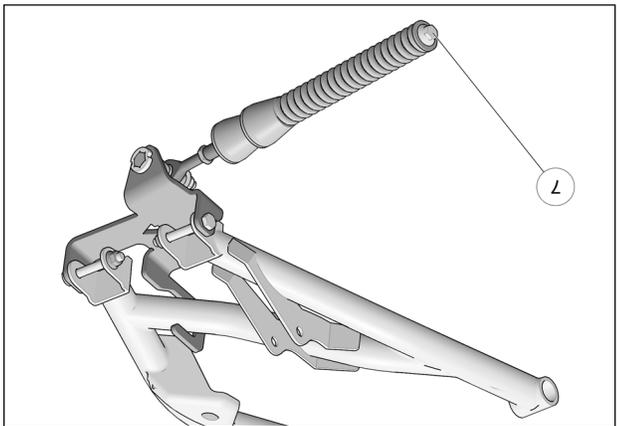

Fig. 12
12. Vérifier que le boulon du ressort (7) est serré au couple recommandé: 75 N•m [55 lb•pi]. Fig. 12